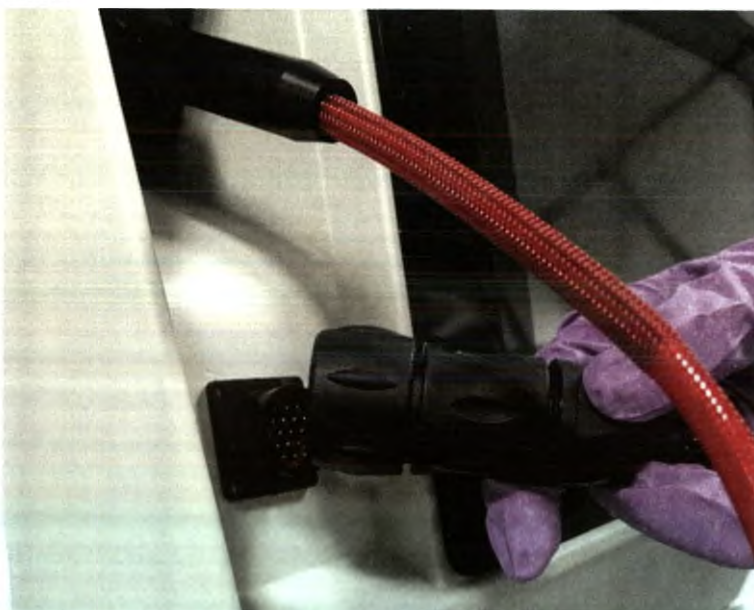

Рис.8.5 – Подсоединение манипулятора 1064 нм к волоконной системе вывода излучения
8.1.4.2 Подсоединить манипулятор 1064 нм к разъему подключения на Приборе, как показано на рис.8.5.